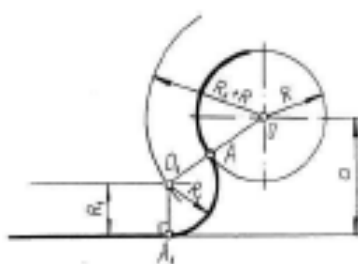

Рисунок 2.
*Сопряжение дуги окружности и прямой линии.* Прямая линия не пересекает окружность, рисунок 2. Параллельно заданной прямой линии на расстоянии заданного радиуса сопряжения  $R_1$  провести вспомогательную линию, а из точки  $O$  провести вспомогательную дугу радиусом  $R + R_1$ . При пересечении получится центр дуги сопряжения  $O_1$ . Из точки  $O_1$  опустить перпендикуляр на заданную прямую и найти точку сопряжения  $A$ . Соединить точки  $O$  и  $O_1$ , найти точку сопряжения на заданной окружности  $A_1$ . Из точки  $O_1$  провести дугу радиусом сопряжения  $R_1$  от точки  $A$  до точки  $A_1$ .